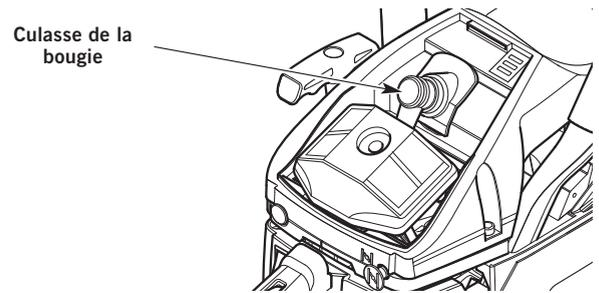

Fig. 44
4. Saisissez fermement le couvre-borne de bougie et retirez-le de la culasse (Fig. 44).